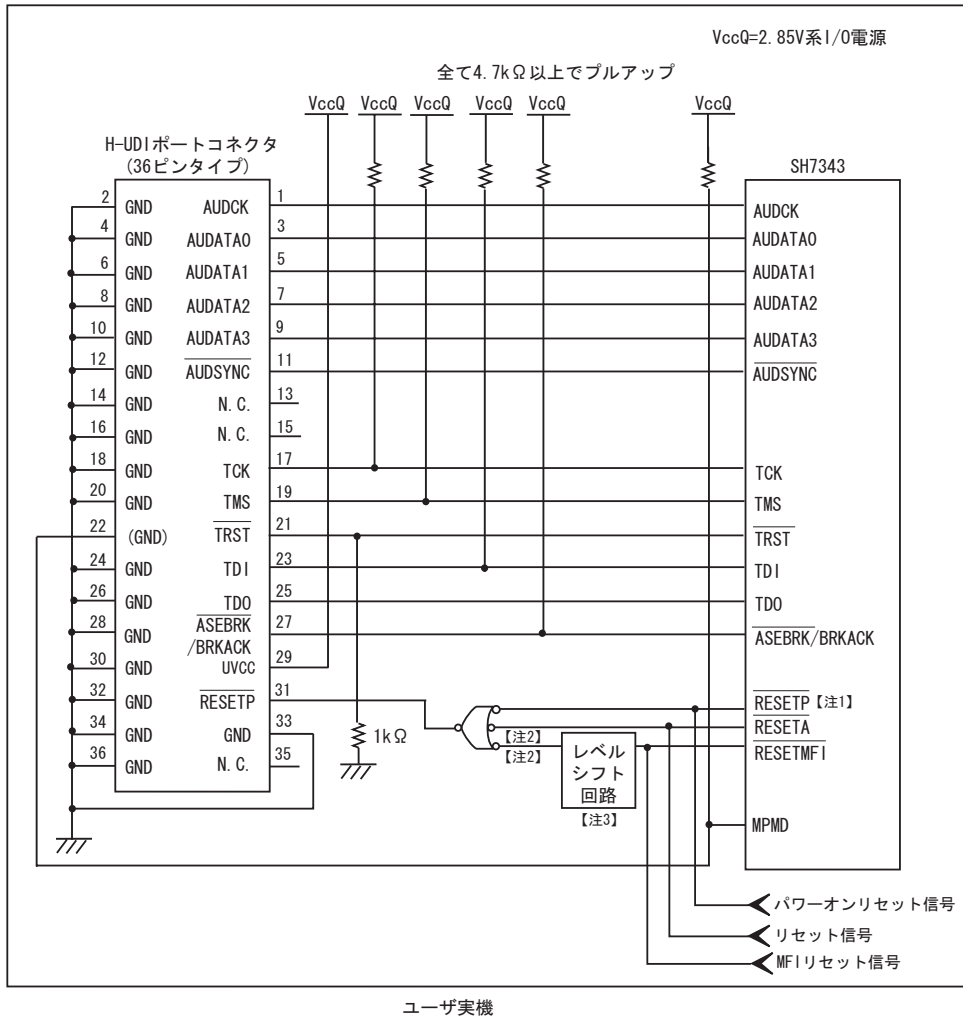

図 1.3 E10A-USB 使用時の H-UDI ポートコネクタ - チップ間の推奨接続例(36 ピンタイプ)
3. VccQ\_MFI を 1.8V でご使用の場合、信号のレベルを合わせるため、図 1.3 のレベルシフト回路が必要となります。